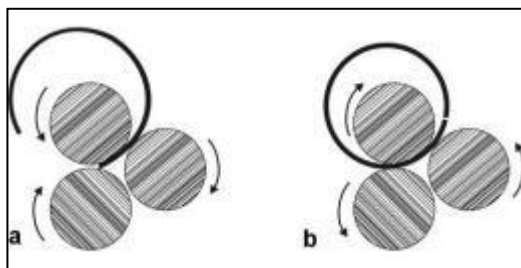

Figura 15
14. Introduzca la pieza de trabajo en la máquina. se acerca al final (a, Figura 15), deténgase y dirección inversa (b, Figura 15).